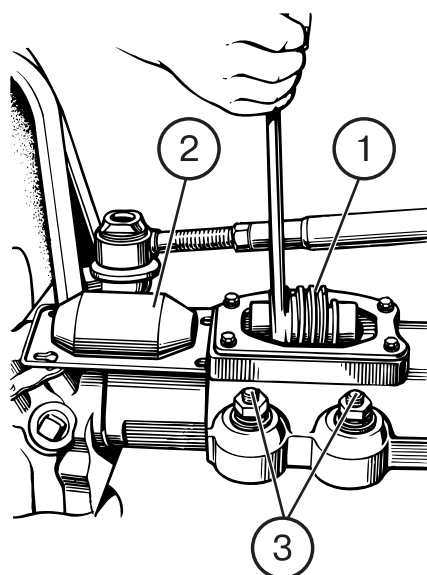
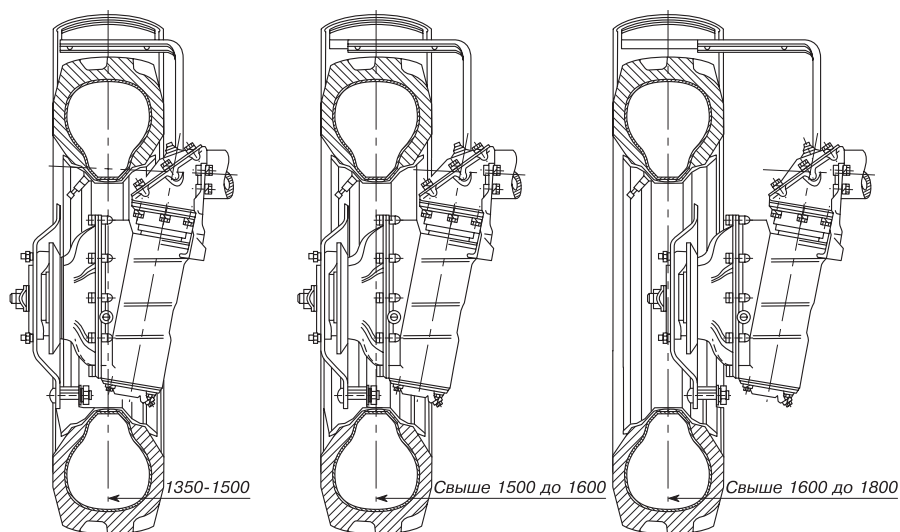

Рис.17.
Рис. 18. Схема установки передних колес тракторов с ПВМ с коническими редукторами на различную колею (кроме Беларус 82Р)
регулирується бесступенчато винтовым механизмом, расположенным на рукавах переднего моста (рис. 17) в трех интервалах (рис. 18): 1350-1500 мм, 1500-1600 мм, 1600-1800 мм.
Для получения требуемой ширины колеи установите соответствующее взаимное расположение обода колеса относительно диска так, как показано на рис.18.
Для изменения колеи поднимите переднюю часть трактора (или поочередно передние колеса), обеспечив просвет между колесами и грунтом, задние колеса затормозите, после чего (рис.17):
А. Установка гидроцилиндра рулевого управления на переднюю неведущую ось (рис. 18а)
**Рис.18а**
После изменения ширины колеи передних колес отрегулируйте схождение путем изменения длины рулевой тяги (рис. 18г).
Рис.18г